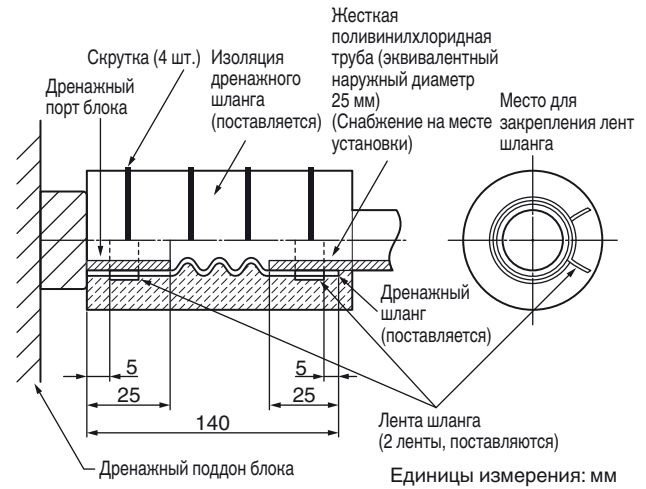

Рис. 3-22
- (1) Соединение дренажного шланга
- (2) Установка дренажного шланга
- Прикрепите таким образом, чтобы зажим ленты шланга находился со стороны дренажного порта. (Рис. 3-22)